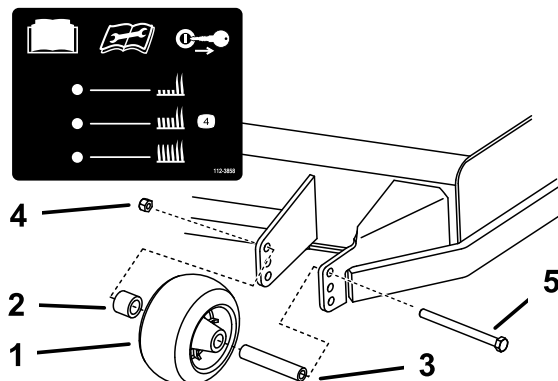

Рисунок 30
3. Отрегулируйте защитные валики, как показано на Рисунок 30.